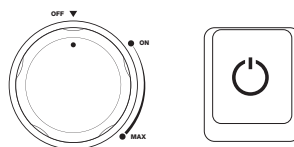

Рис. 5
4. Переверните выключатель на мойке в положение **ON** (Рис. 5). Двигатель начнет работать создавая давление в системе, при достижении максимального значения давления двигатель остановится.